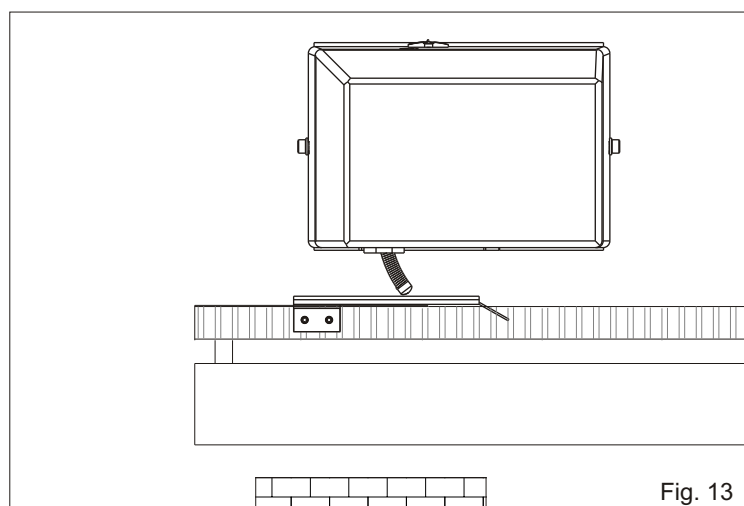

Fig. 13
- Posicionar la plaquita sobre la cremallera para que el tope (muelle en caso de tope mecánico (Fig. 13)) en correspondencia del punto X que está a 50 mm desde el lado doblado de la plaquita (Fig. 14) y fijarla con los tornillos en dotación (Fig. 15).